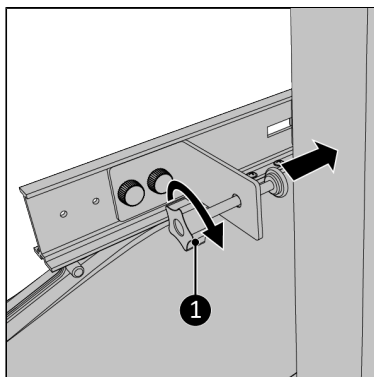

Abbildung 135.
15. Schrauben Sie die Klemmschraube vorsichtig am festen Teil des Fensterrahmens fest (Abbildung 135, Pos. 1).